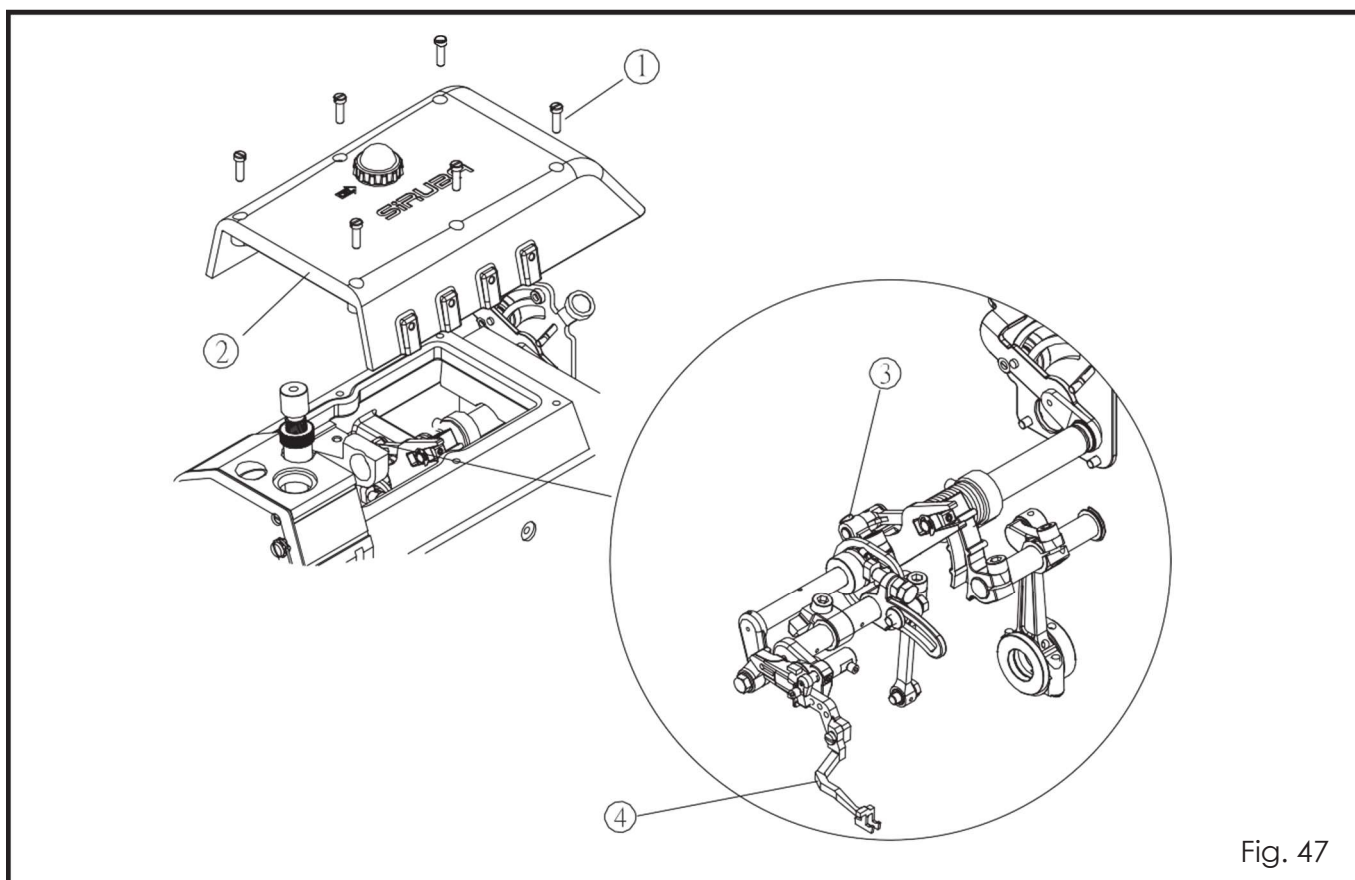

Fig. 47
2. Solte o parafuso ①, e retire a cobertura superior ②. Soltando o parafuso ③ para ajustar o alimentador superior da parte traseira-frontal ④. (Fig.47)